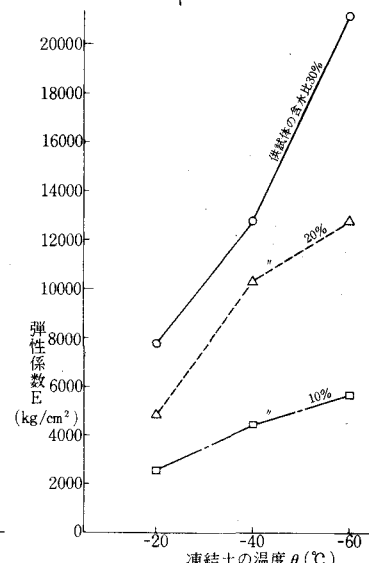
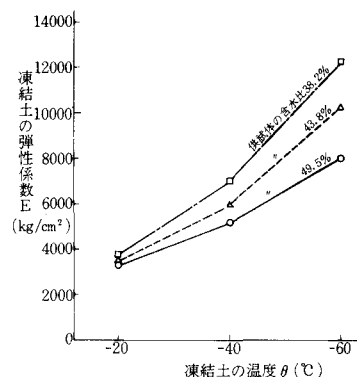

図5 凍結温度と弾性係数
図6 凍結温度と弾性係数
2.3. 凍結温度と弾性係数 図5、図6は、冷却時間30分おきの凍結温度と弾性係数の関係を示したものであり、図5は粘性土、図6は砂質土について示した。
図5から凍結土の弾性係数は、凍結温度が低いほど大きく、かつ供試体の含水比が少なくなるにつれて大きくなる傾向にある。また凍結温度が比較的高い場合、含水比に差があっても凍結土の弾性係数はほとんど同じ値を示すようである。一方、図6から砂質土の弾性係数は、図5と同様に凍結温度が低くなるにつれて大きくなる傾向を示し、供試体の含水比によってその弾性係数に差が認められ、かつ供試体の含水比が多くなれば弾性係数も大きくなること^も示す。